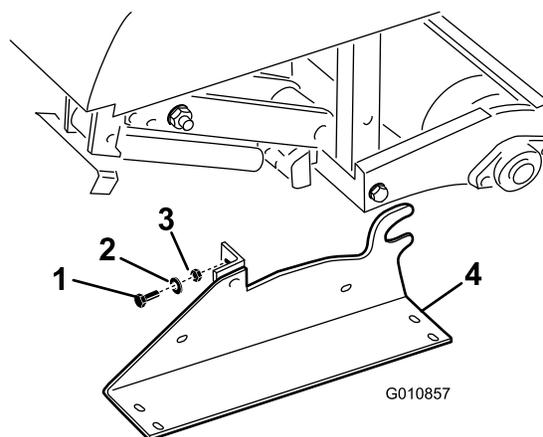

Figura 32
2. Retire os parafusos, as anilhas de bloqueio e as porcas que fixam os suportes de armazenamento em cada extremidade do arejador (Figura 32).